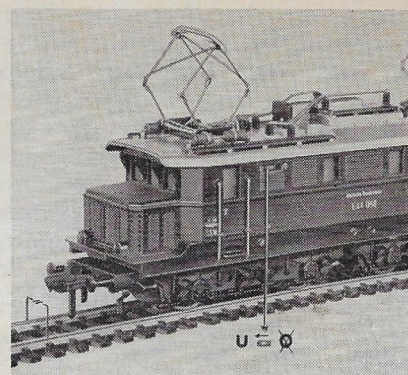
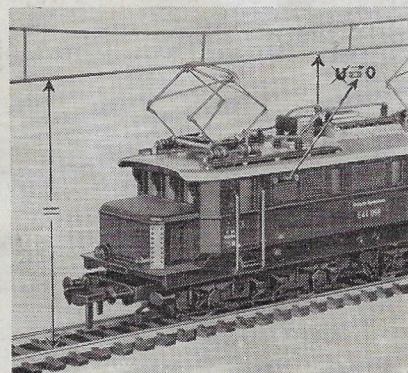

fig. 6
fig. 7
Nombre maximum de trains = nombre de sections de bloc moins un. Il est encore possible d'exploiter sur voie unique un service à deux trains dont les déplacements sont susceptibles d'être commandés l'un indépendamment de l'autre, cela en utilisant une ligne aérienne pour amener le courant. Nos locomotives de type électrique possèdent toutes un commutateur à main logé dans la locomotive grâce auquel on peut passer au choix de la ligne souterraine U fig. 6 (prise de courant et retour par les 2 voies) à la ligne aérienne O fig. 7 (prise de courant par pantographe et retour par la voie de gauche en passant par la masse de la locomotive). Le montage se fait de telle manière que le transfo nécessaire pour déplacer la locomotive alimentée par ligne souterraine est connecté comme d'habitude à la voie de raccordement 00/2 K.
wezenlijkt worden op een modelspoorbaan met bovenleiding. De elektrische locomotieven zijn inderdaad voorzien van een handschakelaar, waarmee naar keuze stroom kan afgenomen worden langs de rails (U), fig. 6, of langs de bovenleiding (O), fig. 7.